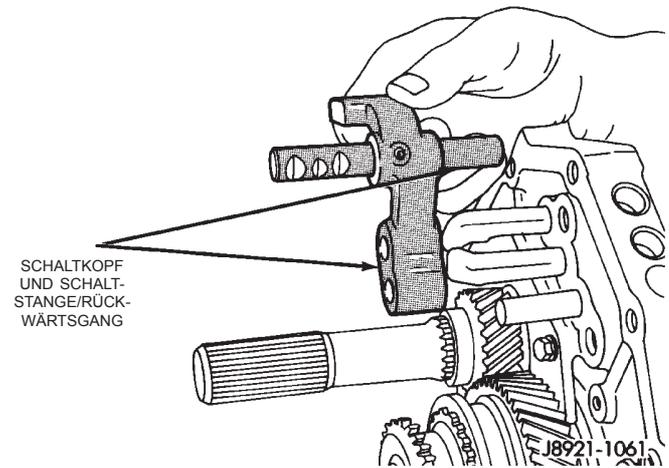

Abb. 55 Schaltkopf und Schaltstange/Rückwärtsgang ausbauen
(7) Den Schaltkopf für den Rückwärtsgang und die Schaltstange für den Rückwärtsgang zusammen aus der Zwischenplatte ausbauen (Abb. 55).